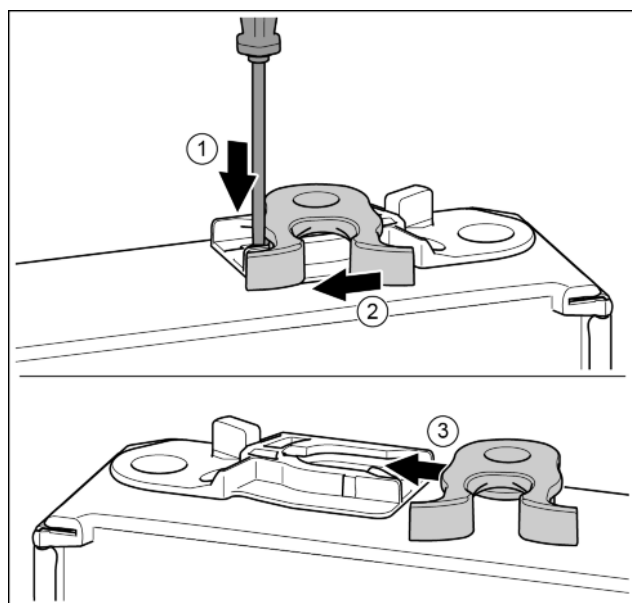

Fig. 18
- ▶ Lip met sleufschroevendraaier naar onder drukken. *Fig. 18 (1)*
- ▶ Sluithaak uit de geleiding trekken. *Fig. 18 (2)*
- ▶ Sluithaak aan de andere kant van de geleiding schuiven. *Fig. 18 (3)*